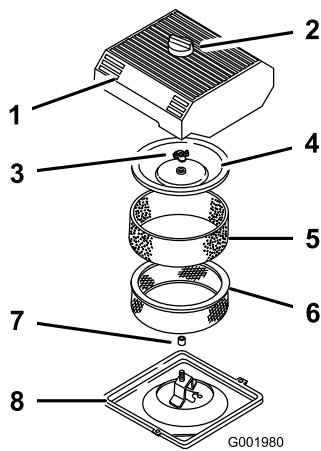

Figura 47
3. Para evitar qualquer dano, limpe à volta do filtro de ar para impedir a entrada de impurezas para o interior do motor (Figura 47).
- Desaperte o botão existente na parte superior do filtro de ar e retire a cobertura (Figura 47).
- Retire cuidadosamente o filtro de esponja, passando pelo filtro de papel (Figura 47).
- Desaparafuse a porca da cobertura e retire a cobertura e o filtro de papel (Figura 47).
- Coloque cuidadosamente o filtro de esponja, passando pelo filtro de papel (Figura 47).
3. Coloque a porca da cobertura e aperte contra a cobertura (Figura 47).
4. Coloque a cobertura do filtro de ar e o botão (Figura 47).